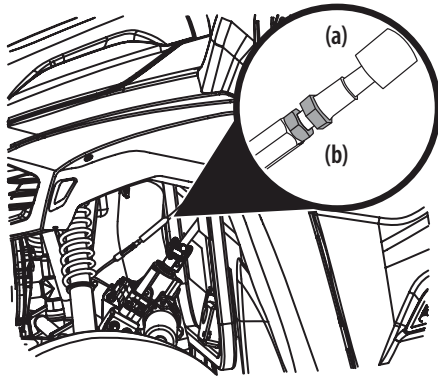

Figure 5-18
1. Regardez sous l'aile de la roue avant du côté du conducteur et cherchez le point de réglage. Retirez le couvercle en caoutchouc (a) des écrous de réglage (b). Voir Figure 5-18.
2. Ajustez les écrous du câble du frein de stationnement (b) de façon à ce qu'il n'y ait plus de jeu. Voir Figure 5-18.